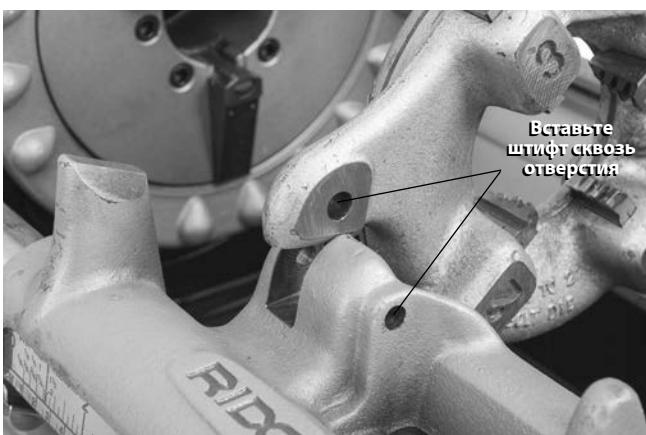

Рис. 26 – Фиксация левой резьбонарезной головки на месте
3. Вставьте штифт диаметром $\frac{5}{16}$ " длиной 2" сквозь отверстия в упоре калючки и в левой резьбонарезной головке, чтобы зафиксировать ее на месте (см. рис. 26).